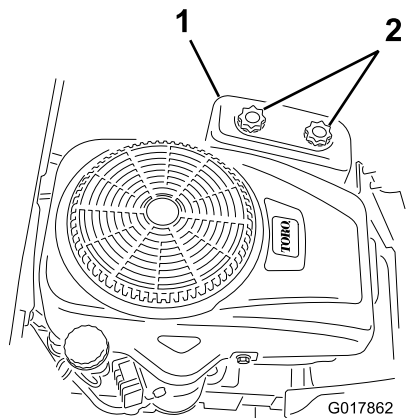

Figura 18
3. Rimuovete il coperchio del filtro dell'aria svitando le 2 manopole (Figura 18).
4. Installate il coperchio del filtro dell'aria e serrate le 2 manopole (Figura 18).